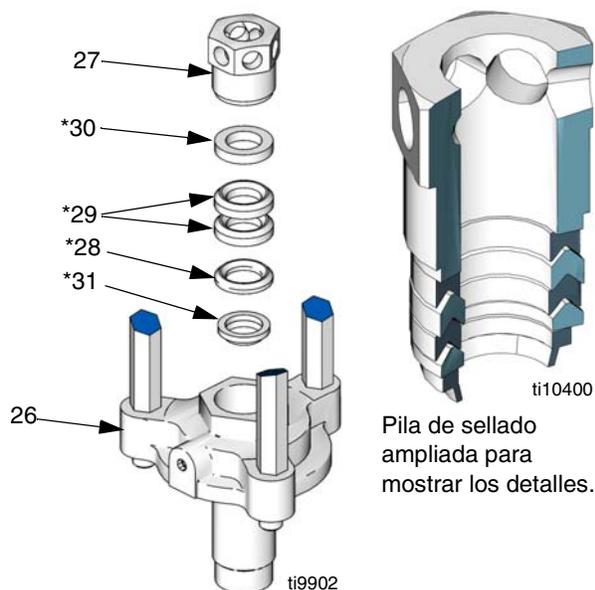

FIG. 25
- Retire la tuerca hexagonal (27) de la brida de montaje (26). Retire el prensaestopas hembra (\*30), las dos empaquetaduras de PTFE (\*29), el prensaestopas macho (\*28) y frotador (\*31). Inspeccione todas las piezas en busca de daños. Vea FIG. 25.